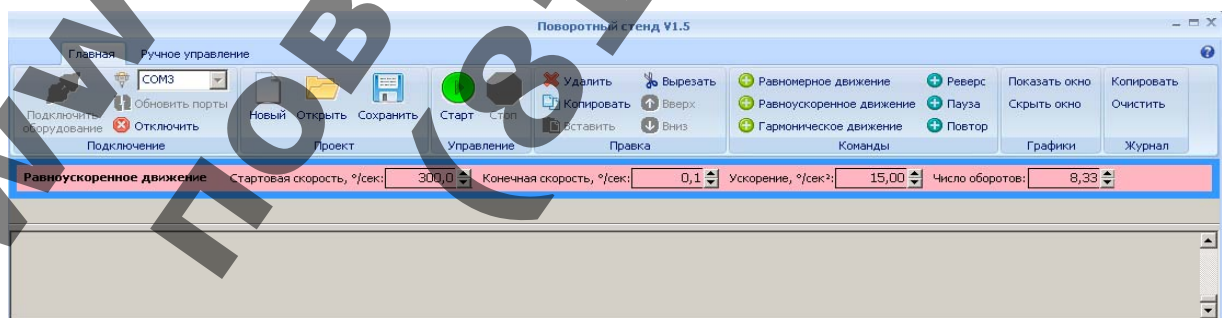

Рисунок 11.
2.3.15 Выбрать команду «Равноускоренное движение» (рисунок 11).